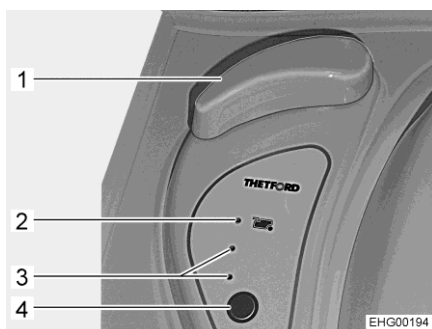

Fig. 162 Boutons de commande des toilettes
- Tourner la poignée tournante (Fig. 162,1).
- Faire retourner la poignée tournante (Fig. 162,1) dans sa position originale.
- Avant d'actionner la chasse d'eau, ouvrir le curseur des toilettes Thetford. Tourner pour ce faire la poignée tournante (Fig. 162,1).
- Pour actionner la chasse d'eau, appuyer sur le bouton bleu (Fig. 162,4).
- Après avoir actionné la chasse d'eau, fermer le curseur. Tourner pour ce faire la poignée tournante (Fig. 162,1) dans sa position originale.
Les voyants de contrôle (Fig. 162,3) indiquent le niveau de remplissage du réservoir pour matières fécales. Le voyant de contrôle rouge (Fig. 162,2) s'allume lorsque le réservoir pour matières fécales doit être vidé.